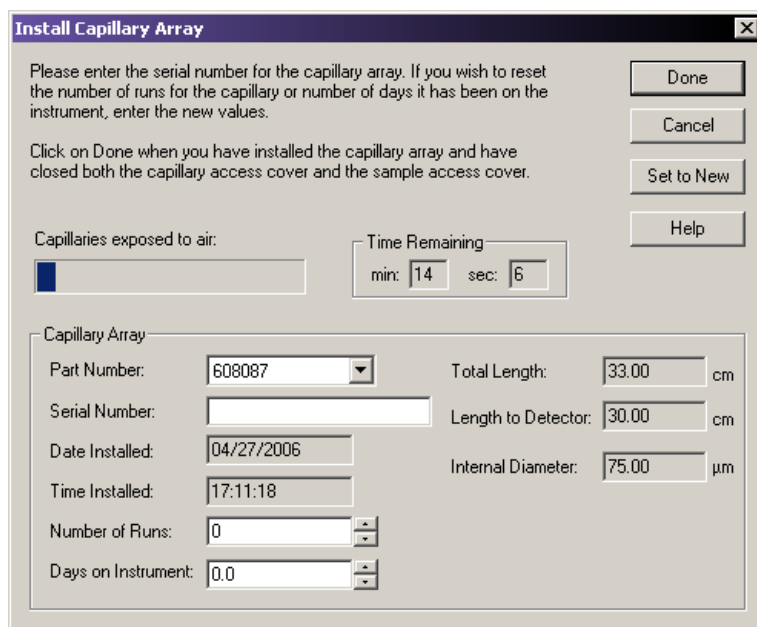

图 9.38 安装毛细管阵列对话框
- 如果您正在安装新毛细管阵列，请在 **Install Capillary Array**（安装毛细管阵列）对话框（图 9.38）中，选择正确的部件编号，输入序号，单击 **Set to New**（设置为新阵列），然后单击 **Done**（完成）。安装在仪器上的天数和运行次数将归 "0"。